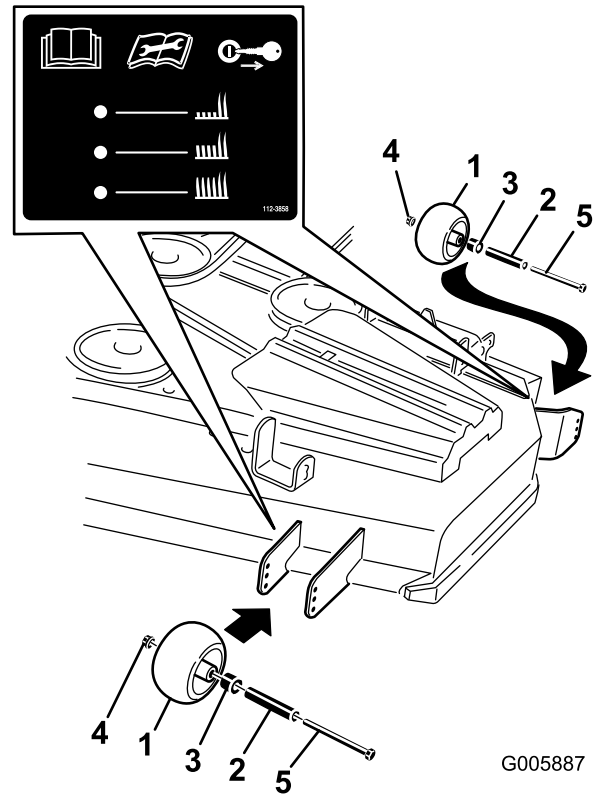
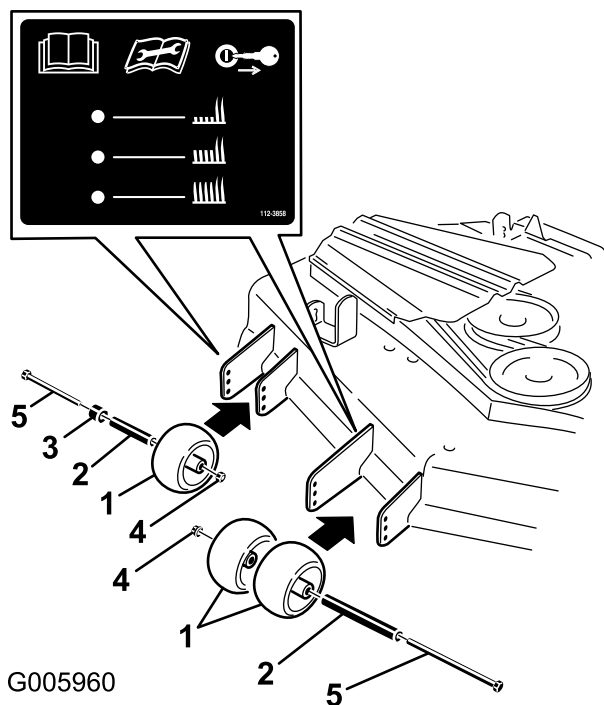

Figure 19
Figure 20
3. Après avoir réglé la hauteur de coupe, réglez les galets en retirant l'écrou à embase, la bague, l'entretoise et le boulon (Figure 19 ou Figure 20).
Remarque: Les 2 galets centraux n'ont pas d'entretoise (Figure 19 ou Figure 20).
5. Posez l'écrou à embase, la bague, l'entretoise et le boulon. Serrez à un couple de 54 à 61 N·m (Figure 19 ou Figure 20).